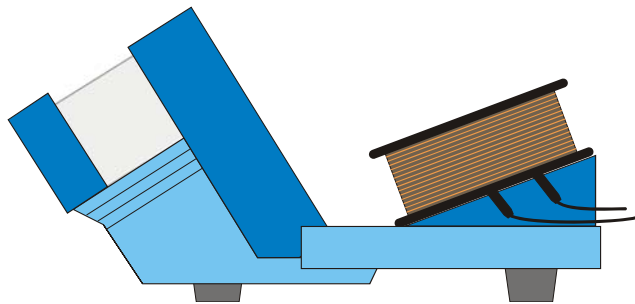

Fig. 2 Montaje de la bobina adicional con soporte para tubos S (1014525)
- Coloque la bobina en el apoyo biselado del soporte para tubos S de tal forma que las clavijas penetren en la ranura prevista para tal efecto (véase fig. 2).